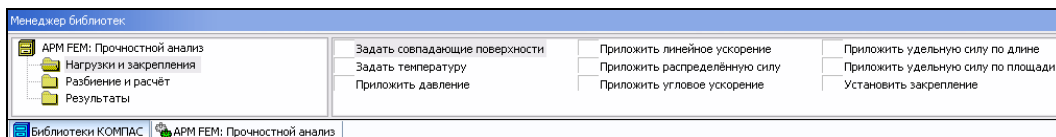

Рис. 10.11. Вкладка **APM FEM: Прочностной анализ** с раскрытой группой **Нагрузки и закрепления**
- ◆ щелкните ЛК мыши по папке **Нагрузки и закрепления**. Раскроется соответствующая группа команд (рис. 10.11). В процессе выполнения расчетов вы можете ими пользоваться, запуская команду двойным щелчком по команде. Но для ускоренного выбора команд прочностного анализа рекомендуется воспользоваться Компактной панелью инструментов **APM FEM: Прочностной анализ**.